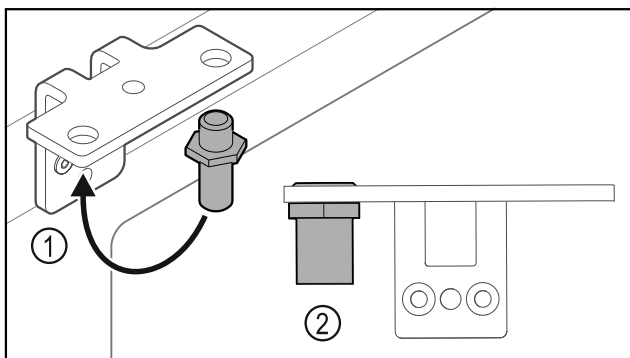

Fig. 31
- Helyezze át a csuklópántban a csapszeget Fig. 31 (1).
- Húzza meg a csapszeget Fig. 31 (2) **12 Nm-es forgatónyomatékkal**.